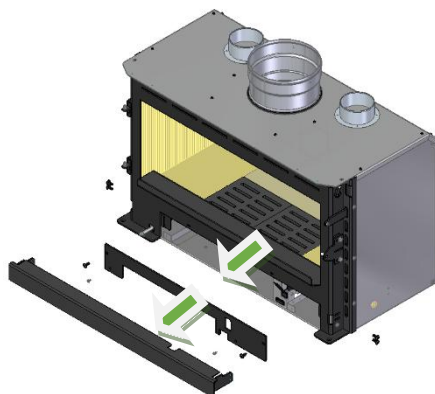

Figure 43 - Retrait du rabat inférieur et du couvercle inférieur
a. Retirez le rabat inférieur en défaisant les vis latérales, puis retirez le couvercle inférieur avant en défaisant également les vis, voir Figure 43.